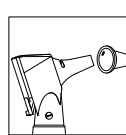

Fig 2
- Seleccione una punta adecuada para el canal auditivo del paciente y empujela en el cabezal enroscándola en el sentido de las agujas del reloj, como se indica en la (fig. 2). Por lo general, el tamaño de la punta de 4 mm es para los adultos y 2,4 mm es para los niños.